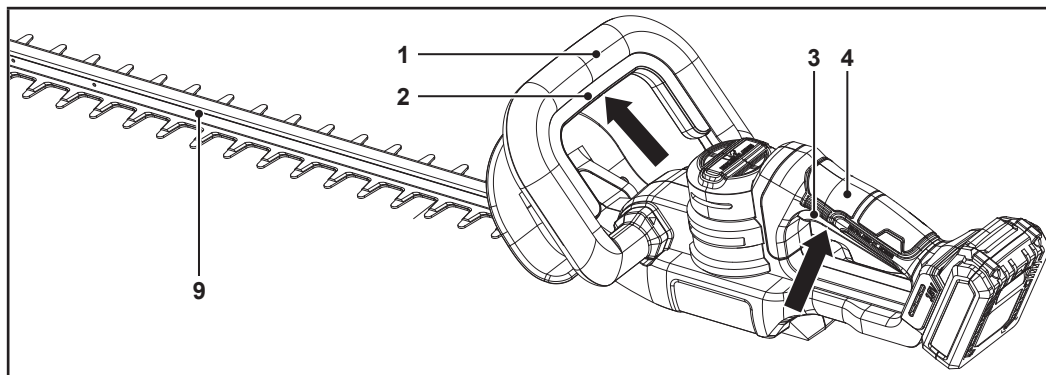

Fig. 5
Comutator de siguranță (2), comutator de pornire/oprire (3): Ține bine produsul cu o mână pe mânerul frontal (1) și cu cealaltă pe mânerul posterior (4). Produsul poate fi operat numai dacă ambele comutatoare (2, 3) sunt apăsat simultan (fig. 5). Dacă vreunul din comutatoare este eliberat, produsul se oprește imediat.
NOTĂ: Produsul poate fi operat numai dacă ambele comutatoare (2, 3) sunt apăstate simultan (fig. 5). Dacă vreunul din comutatoare este eliberat, produsul se oprește imediat.
- Ține produsul corect cu o mână pe mânerul frontal (1) și cu cealaltă pe mânerul posterior (4) (fig. 5).
- Ține apăsat comutatorul de siguranță (2) (fig. 5).
- Ține apăsat comutatorul de pornire/oprire (3) (fig. 5).